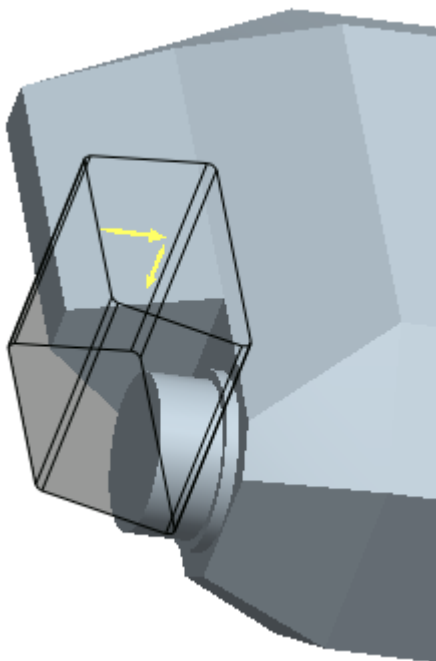

图 51-16
- (4) 单击  按钮，完成草图绘制返回拉伸特征操控板，调整材料移出方向如图 51-16 所示。